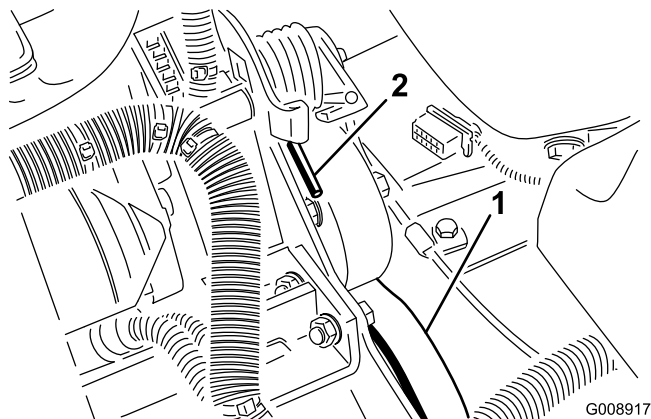

Figura 67
2. Empurre a mola para a frente e para trás (Figura 67) para a desprender do apoio e libertar a tensão da mola.